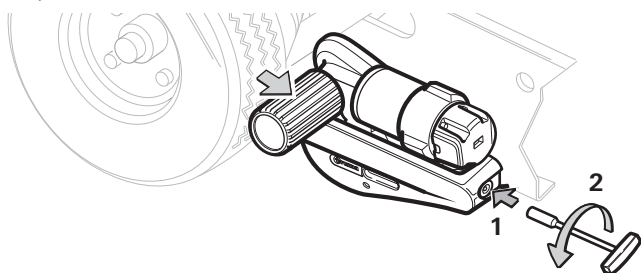

Figure 8
– Engager la clé à douille (surplat de 7 mm) dans l'orifice (figure 8 - 1) et la tourner dans le sens antihoraire (figure 8 - 2) jusqu'à ce que le Mover soit complètement replié contre la butée.